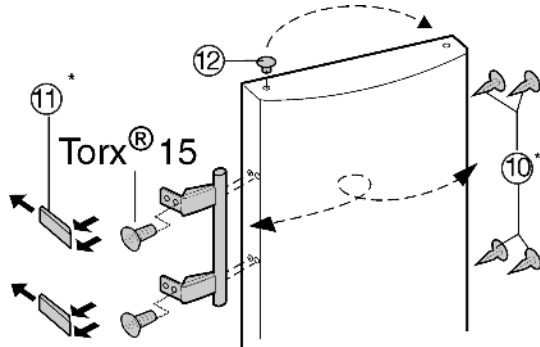

Fig. 6
- ▶ Enlever le bouchon Fig. 6 (12) du coussinet de la porte et le mettre de l'autre côté.
- ▶ Démonter la poignée de porte, le bouchon Fig. 6 (10) et les plaques d'appui Fig. 6 (11) puis les repositionner sur le côté opposé.